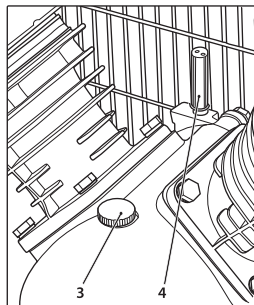
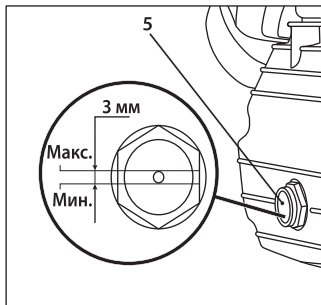

рис. 5
рис. 6
Открутите пробку картера (3) (рис. 5) и заправьте масло до максимального уровня (до красной отметки) в смотровом окне (5) (рис. 6).
После заправки масла установите пробку картера (3) на место. Снимите транспортную пробку на картере и установите сапун (4) на место пробки (рис. 5).
Проверить и при необходимости очистить воздушные фильтры компрессора. Проверить уровень масла в компрессоре по указателю (рис. 6), при необходимости долить масло.
Для этого отверните болт сливного отверстия картера (18) и дождитесь полного слива масла из картера. Для слива отработанного масла используйте специальную емкость. После этого вверните болт на место и залейте новое масло. Уровень проверьте по смотровому окну (5) (рис. 6).